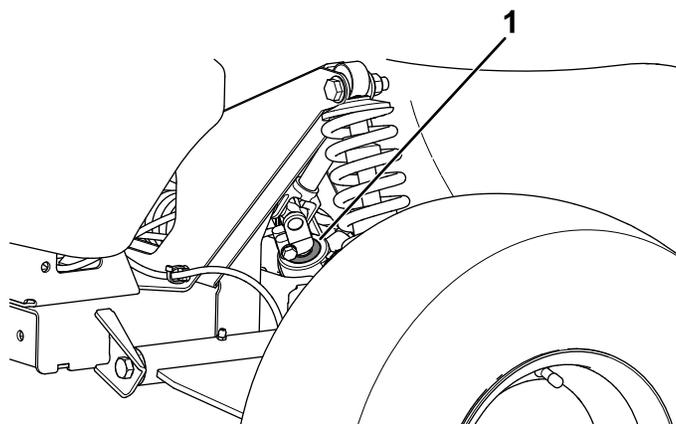

図 45
**重要**ピニオンシャフトのシールの状態と磨耗程度を点検する **図 45**。